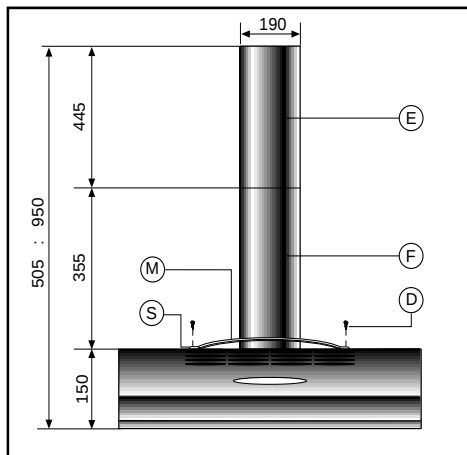

Fig.1
Plaats het glas van het dampscherm compleet met steunen (V) zoals aangegeven op fig. 1, en bevestig het aan de wasemkap met de daarvoor bestemde schroeven.
Plaats de handgreep (M) en de twee steunen (D) rechts en (S) links, plaats de twee verbindingen op fig. 1 en bevestig hem aan de wasemkap met de daarvoor bestemde schroeven.